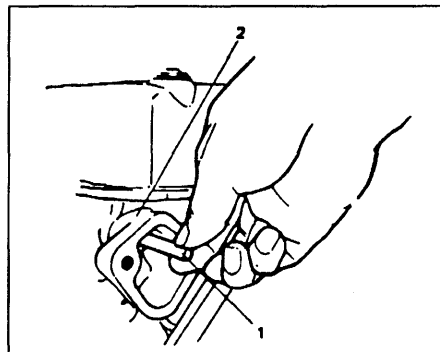

Рис. 8. Снятие штанги привода топливного насоса
- 5) Выньте штангу привода рычага топливного насоса из головки блока цилиндров (рис. 8).